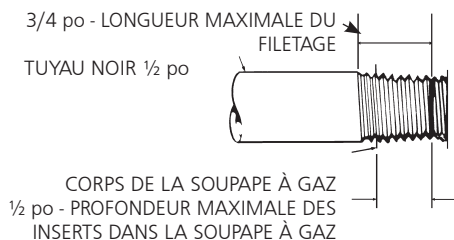

Figure 2.
Respectez les distances comme l'indique la figure 2 ou la plaque signalétique du système.
- Les filets mâles sur la conduite qui doit être installée dans la soupape de gaz doivent répondre aux exigences de la figure 2. Des filets plus longs que ceux apparaissant dans la figure peuvent provoquer une distorsion ou une défaillance de la soupape à gaz.